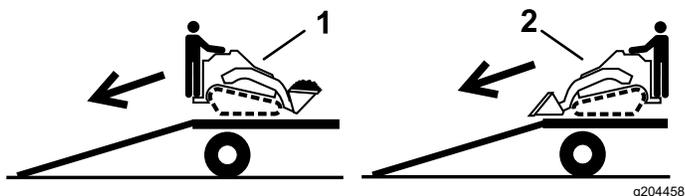

図 30
2. 機体の前後のうち重い方を上登り側にし、荷を低くして降ろす 図 30。